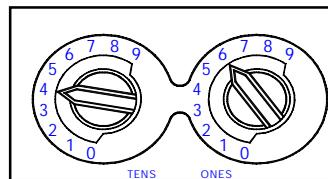

Abb. 3 Drehschalter für Adressierung
- Stellen Sie die Melder-Adresse zwischen 01 und 99 mit einem Schlitzschrauben-dreher an den beiden Drehschaltern ein und vermerken Sie die Adresse auf dem Etikett auf dem Sockel. (s. Abb. 3)